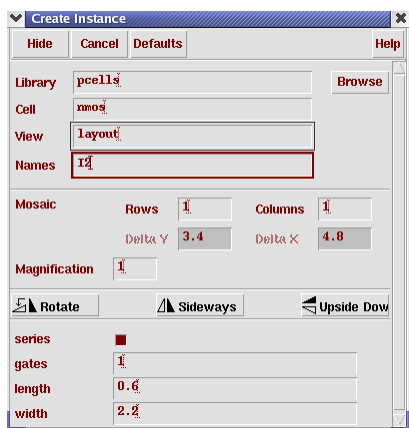

图 9.1 Create Instance 窗口
- ② 在设计窗口中，选择 Create→Instance[i]，在 Create Instance 窗口中，改变设置如图 9.1 所示。
- ③ 设置结束后，在设计窗口中，点击 LMB 完成添加 nmos 版图。
- ④ 与步骤②相同，仅将图 9.1 中 Cell 栏改变为 pmos，其余选项与 nmos 设置相同，完成 pmos 版图的添加。
- ⑤ 在 Create Instance 窗口中，点击 Cancel。
- ⑥ 按照设计规则，调整 nmos 与 pmos 版图的位置，注意将 metal1 之间间距设为  $0.8u$ 。